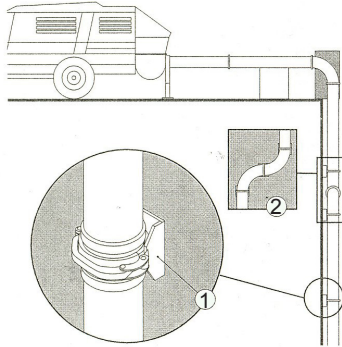

Fig. 13
Para el bombeo en bajada, el tramo de tubo horizontal tiene que posicionarse y sostenerse empleando sacos de cemento o ladrillos. Utilice un codo de radio largo para conectar el tramo horizontal con el de bajada. Ponga un soporte sólido debajo del codo (fig. 13, ref. 1). En el tramo en bajada, es necesario disminuir la velocidad del material empleando dos codos (fig. 13, ref. 2), que se han de montar de la manera ilustrada en la figura.